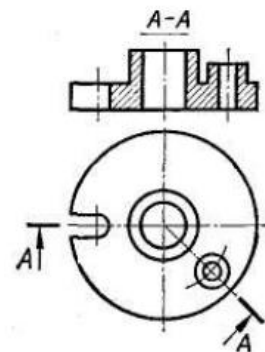

Рисунок 3
9. Как называется разрез А-А, выполненный на чертеже (рисунок 3)